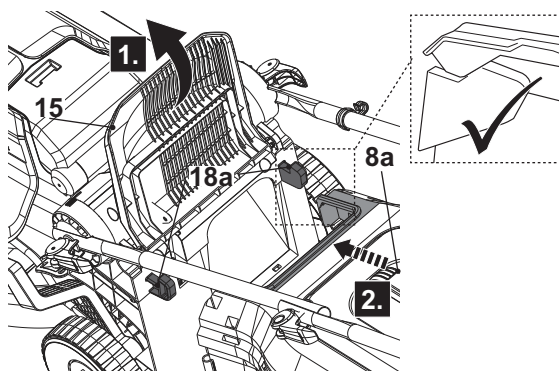

Fig. 7
4. Abrir a protecção deflectora (15) e mantê-la em posição (Fig. 7, passo 1).
5. Carregue o coletor de relva (8) pela sua pega de transporte (8a).
6. Alinhar o suporte com os ganchos (18a) e pendurar o coletor de relva neles (Fig. 7, passo 2).
7. Solte cuidadosamente o protector deflector (15) depois.